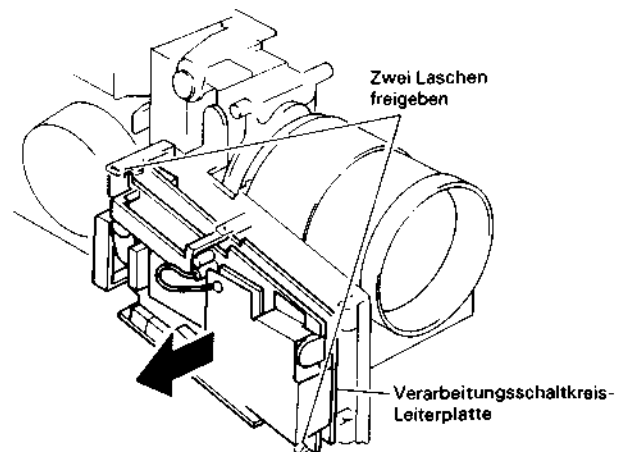

Abb. 2.19 Ausbau der Signalverarbeitungs-Leiterplatte
Ausbau der Verarbeitungsschaltkreis-Leiterplatte (Abb. 2.19, 2.20, 2.21)
1. Die zwei (2) Laschen freigegeben und die Verarbeitungsschaltkreis-Leiterplatte, die Kodierer-Leiterplatte und die Verdrahtungs-Leiterplatte in Pfeilrichtung herausziehen (siehe Abb. 2.19).
1. Die Verarbeitungsschaltkreis-Leiterplatte ausbauen (siehe Abb. 2.19, 2.20, 2.21).
1. Die zwei (2) Laschen freigeben und die Verarbeitungsschaltkreis-Leiterplatte, die Kodierer-Leiterplatte und die Verdrahtungs-Leiterplatte in Pfeilrichtung herausziehen (Abb. 2.19).